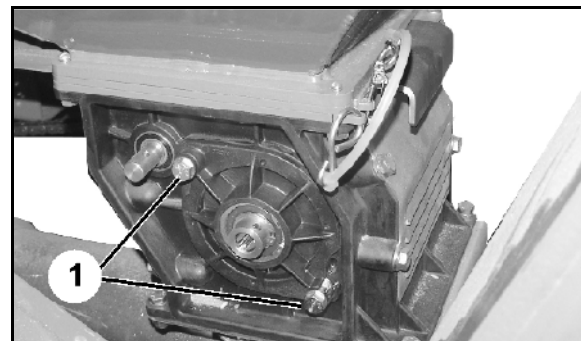

Рис. 79
3. Ослабьте два болта (Рис. 79/1).